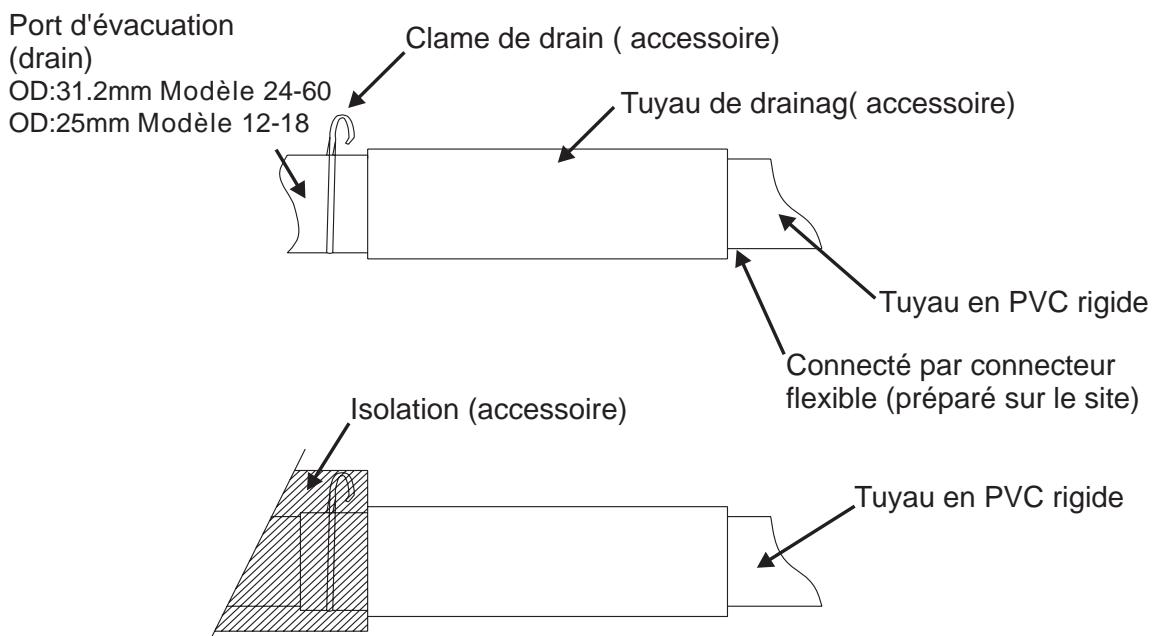

Figure 12
3. Insérez le tuyau de vidange jusqu'à ce qu'il se connecte correctement au port de drainage puis fixez-le de manière sécurisée avec la clame de tuyau (préparé sur le site)(Figure 12)
4. Après avoir vérifié le drainage, enveloppez le tuyau de vidange avec l'isolant et les clamés (préparé sur le site). (Figure.12)